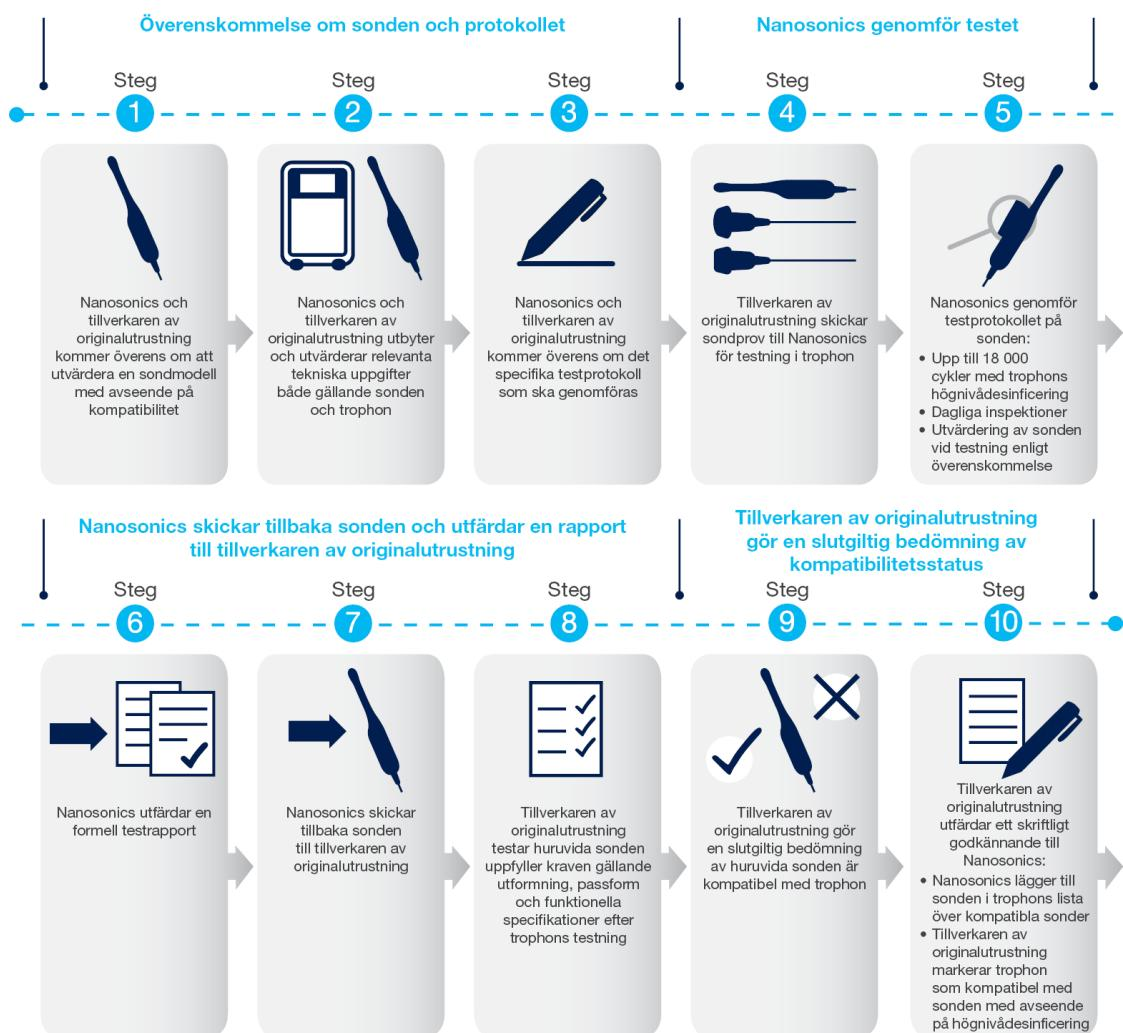

Figur 5
- **WUPH-A** trophon Wireless Ultrasound Probe Holder-A (WUPH-A) holder en kompatibel trådløs ultralydssonde i trophon-kammeret. Den er velegnet til brug med både trophon EPR- og trophon2-enheder (se henholdsvis Figur 4 og Figur 5).